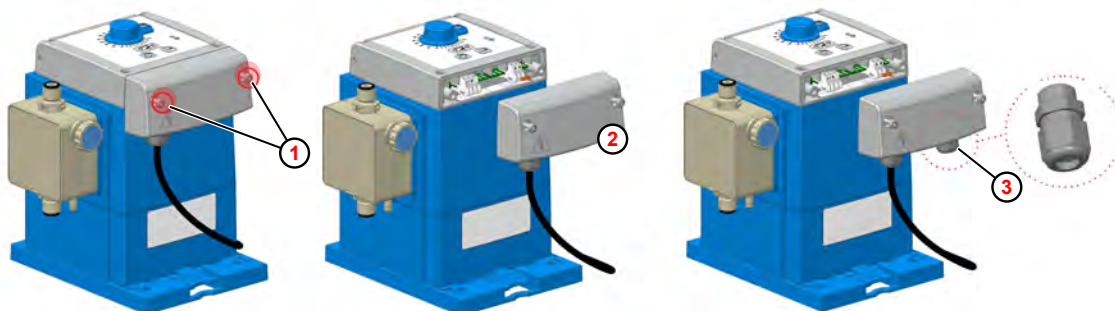

Fig. 11: Elektrisk installation »EcoPro«
① Skrue på hus
② Klemrumsdæksel
③ Kabelforskruning
1. ➤ Løsn de to husskruer (Fig. 11 , ①). Skruerne er sikret mod at falde ud.
2. ➤ Tag klemrumsdækslet ② af.
3. ➤ For at tilslutte det eksterne frigivelsessignal skal kabelforskruning M12x1,5 fra pumpens tilbehørspakke monteres på det relevante sted ③ .